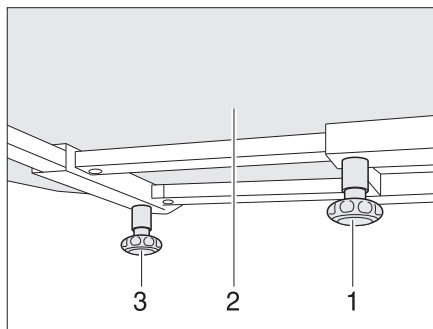

Fig. 97 Tavolo fisso
- Svitare la vite a testa cilindrica zigrinata (Fig. 97,1).
- Spingere il piano del tavolo (Fig. 97,2) nella posizione desiderata.
- Svitare la vite a testa cilindrica zigrinata (Fig. 97,3).